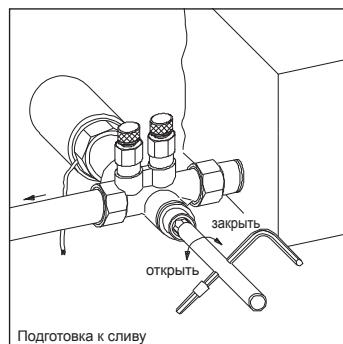

рис. 3
- 3 Ослабить шток вентиля шестигранным ключом №10, поворачивая его влево (макс. на $\frac{1}{4}$ оборота) (рис. 3).
- 3 Снять инструмент для заполнения и слива с арматуры и затянуть шток вентиля ключом №10 с макс. усилием 10 Нм (рис. 3).
- 4 Перекрыть шток вентиля, поворачивая его вправо шестигранным ключом №10 и затянуть с макс. усилием 10 Нм (рис. 3).